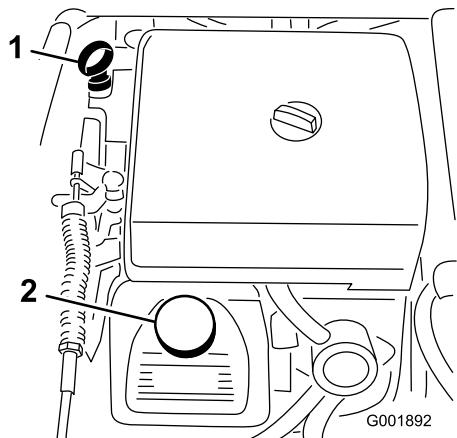

Figura 20
2. Retire a vareta e limpe-a com um pano limpo (Figura 20). Volte a colocar a vareta no tubo e verifique se está completamente introduzida. Retire a vareta e verifique o nível de óleo.
3. Se o nível de óleo estiver baixo, deverá retirar a tampa de enchimento da cobertura da válvula (Figura 20) e deitar óleo na abertura até que o nível suba até à marca "Full" (Cheio) da vareta; consultar a secção Manutenção do óleo do motor Manutenção do motor , página 42, acerca do tipo viscosidade do óleo. Adicione o óleo lentamente verifique o nível com alguma frequência durante o procedimento. Não encha demasiado.